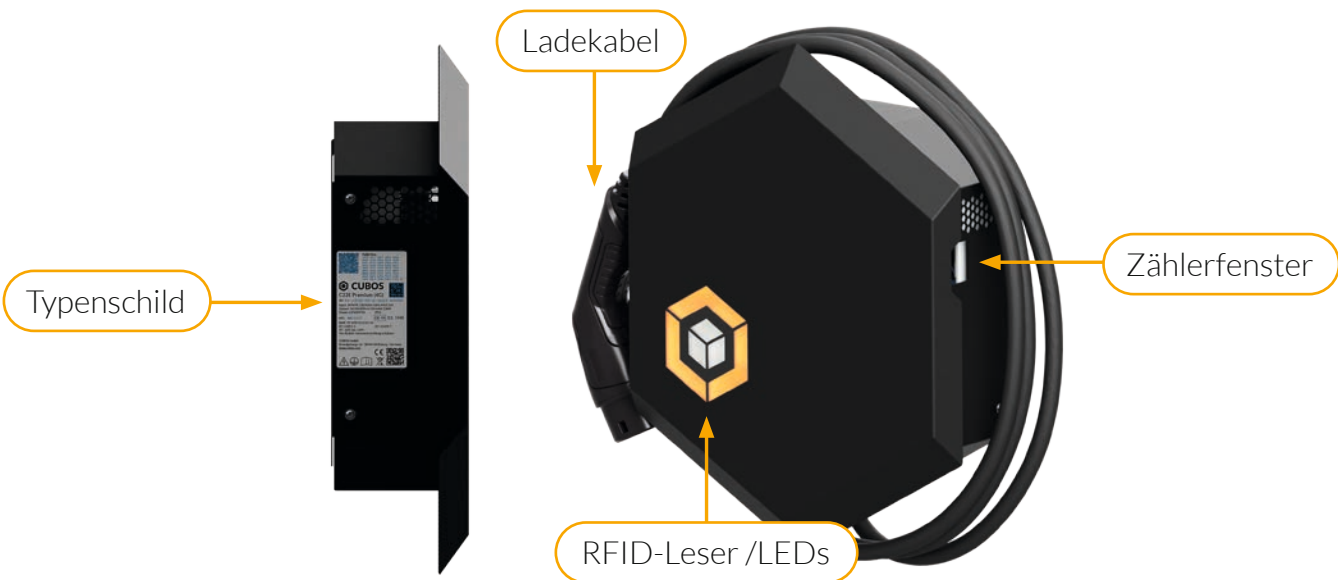

Abbildung 17: C22E Bedienelemente
Das Typenschild befindet sich auf der linken Seite der Wallbox. Das Zählerfenster ist auf der rechten Seite der Wallbox, siehe Abbildung 17.
Die C22E-Wallbox ist mit einem Ladekabel mit Typ-2-Stecker ausgestattet, so dass Sie kein zusätzliches Ladekabel für das Aufladen eines Fahrzeugs benötigen, siehe Abbildung 17.
3. Um den Ladevorgang an der Wallbox zu autorisieren, halten Sie die RFID-Karte vor den RFID-Leser, siehe Abbildung 17 im Abschnitt „Bedienelemente“.
2. Wickeln Sie das Kabel um die Wallbox, siehe Abbildung 17 im Abschnitt „Bedienelemente“.